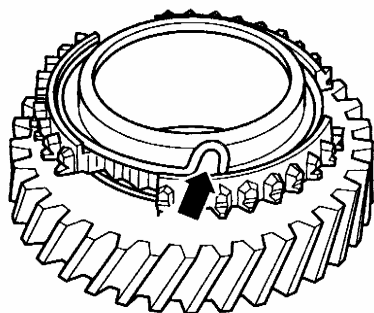

图 12-76 把弹簧置入换挡齿轮
(7) 把弹簧置入换挡齿轮中，弹簧绕曲的一端（箭头）必须钩入换挡齿轮的孔，如图 12-76 所示。